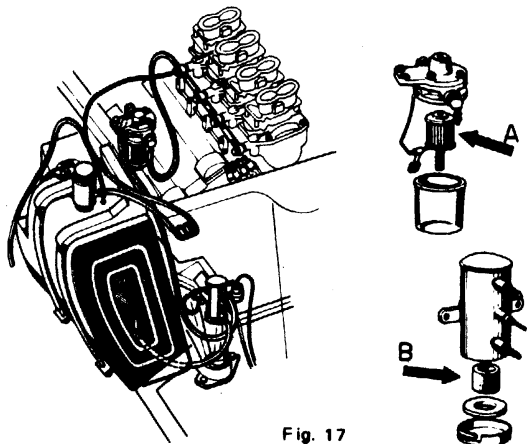

Fig. 17
Controllare ed eventualmente sostituirli. Nel circuito della benzina esistono 2 filtri (fig. 17):
- 1 **filtro sulla pompa benzina**, sistemato nel vano motore sul sottotelaio nel lato destro (fig. 17-B).
- 1 **filtro benzina** nella valvola regolatrice (fig. 17-A) sistemato nel vano motore sul lato destro. Controllare la pressione della benzina inserendo, a valle del filtro, un manometro con un raccordo a tre vie: la pressione deve essere di circa mt. 1,5 di acqua.
Inspect and, if necessary, substitute. The gasoline system has 2 filters (fig. 17):
- 1 **filter on the gasoline pump**, in the luggage-trunk under the under-frame right-hand ride (fig. 17-B).
- 1 **gasoline filter** in the regulating valve (fig. 17-A) at the right side of the engine housing. Check gasoline pressure by inserting, downstream of the filter, a three-way gauge: the pressure should be approximately 1.5 m of water.
Sostituire il filtro nella valvola regolatrice (fig. 17-A).
Substitute the filter in the regulating valve (fig. 17-A).